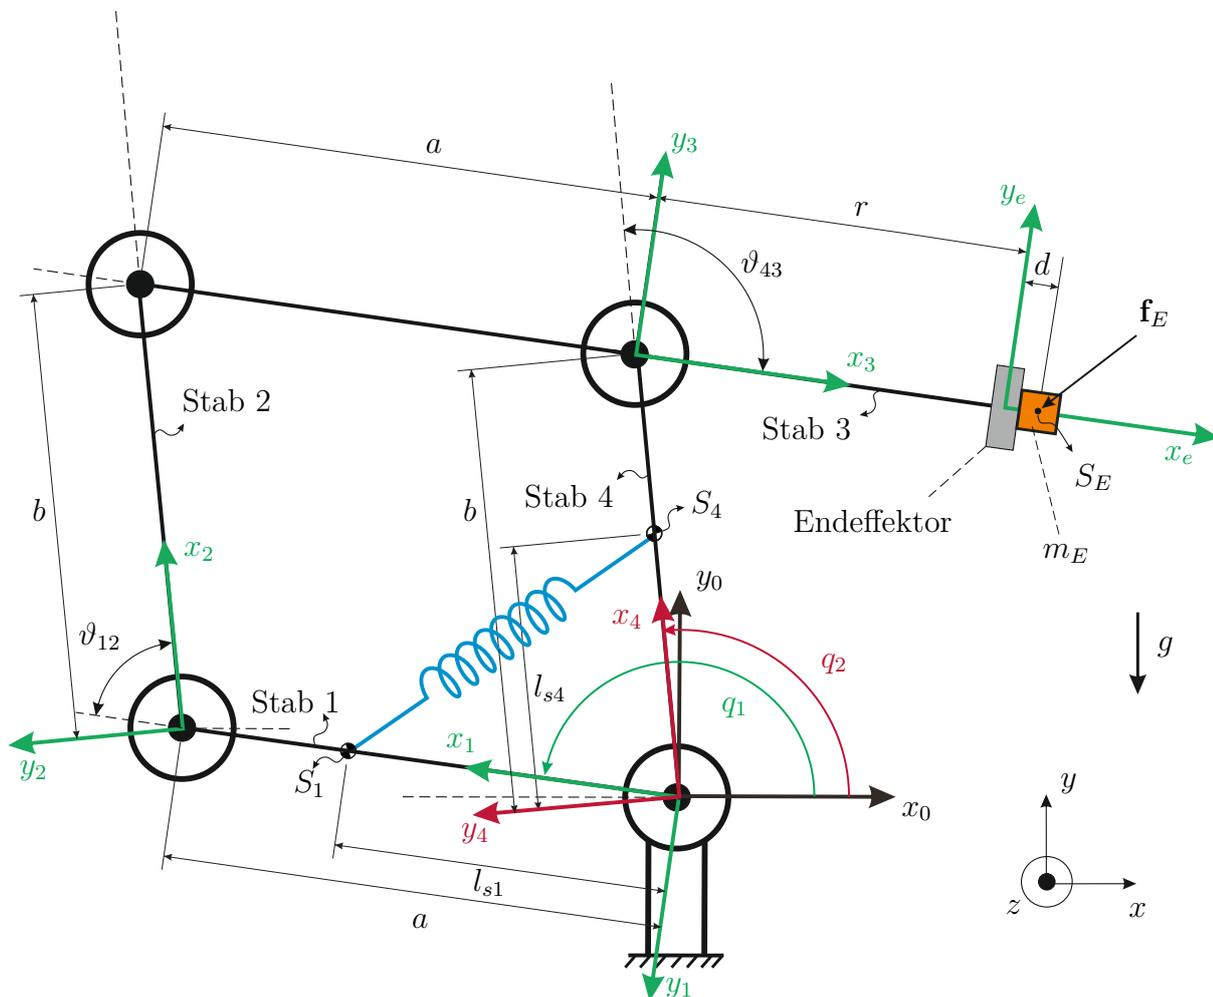

Abbildung 5: Parallelogramm
3. In Abbildung 5 ist ein mechanisches System in der Form eines Parallelogramms dargestellt. Das Parallelogramm wird als ein planarer Manipulator betrachtet und besteht aus vier rotatorischen Gelenken und vier Stäben. Die Stäbe 2 und 4 haben die Länge  $b$ . Die Länge des ersten und dritten Stabes sind  $a$  bzw.  $a + r$ . Der zweite und dritte Stab werden als masselos betrachtet. Das Massenträgheitsmoment des ersten Stabes  $\mathbf{I}_1 = \text{diag}([I_{1,xx} \ I_{1,yy} \ I_{1,zz}])$  bzw. des vierten Stabes  $\mathbf{I}_4 = \text{diag}([I_{4,xx} \ I_{4,yy} \ I_{4,zz}])$  um die Schwerpunkte, sowie die Massen  $m_1$  und  $m_4$  sind bekannt. Am Endeffektor des Manipulators ist die Punktmasse  $m_E$  montiert, und auf diese Masse wird die externe Kraft  $\mathbf{f}_E = [f_{E,x} \ f_{E,y} \ f_{E,z}]^T$  (im Inertialsystem definiert) ausgeübt. Zwischen den Schwerpunkten  $S_1$  und  $S_4$  ist eine lineare Feder (Steifigkeit  $c$ , entspannte Lage bei  $q_1 = \pi$ ,  $q_2 = \frac{\pi}{2}$ ) verbaut.